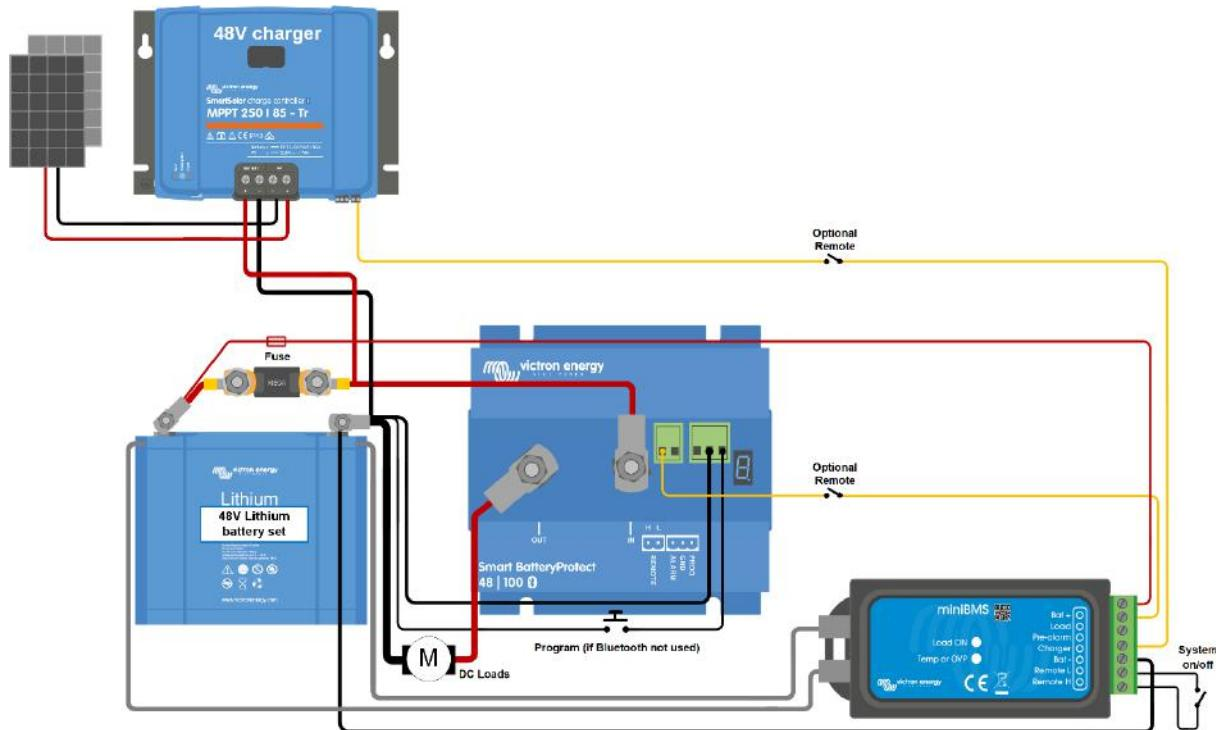

Bild 4: DC-solcellssystem med lithiumjonbatteri (tillämpligt med Ve.Bus BMS eller miniBMS)
- I litiumjonläge uppstår en död period om 30 sekunder efter att fjärrringången på SBP har blivit fritt flytande. Se anmärkningen under bild 4 för en detaljerad beskrivning.